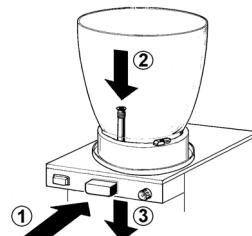

Bild 3
- 3 Drücken Sie die Hahntaste (1) und setzen Sie (2) das Gummiteil in seinen Sitz am Boden der Verdampfvorrichtung ein. Ziehen (3) Sie den Gummihahnaufsatz leicht nach unten bis er ordnungsgemäß sitzt (siehe Abbildung 3).